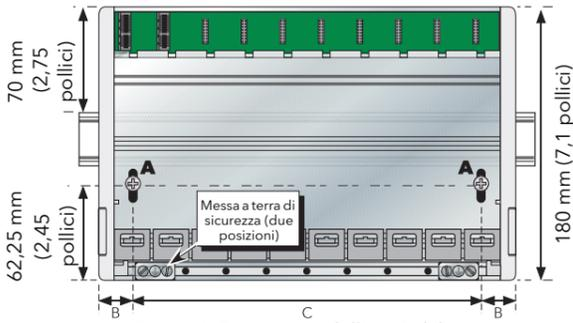

Figura 1 Dimensioni dell'unità di base
- Con un cacciavite Pozidriv idoneo, allentare le viti ('A' nella Figura 1) nella base permettendo alle stesse e alle clip di fissaggio della base di scendere in fondo allo slot di avvitamento.
- Collocare lo strumento sul bordo superiore della guida DIN e, con il cacciavite, far scorrere le viti (A) con le clip associate il più possibile verso l'alto in direzione della sommità degli slot di avvitamento.
- Tenere la base orizzontalmente sul pannello e contrassegnare la posizione dei fori sul pannello (per i centri, vedere la Figura 1, sopra).